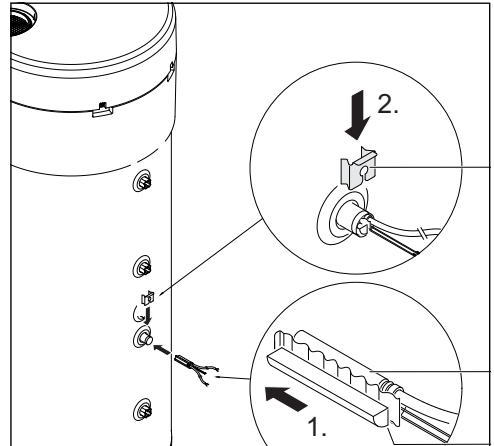

Bild 11
- ▶ Montage-Set [1], Temperaturfühler NTC des Zubehörs [2] montieren und wie in Bild 11 dargestellt positionieren.